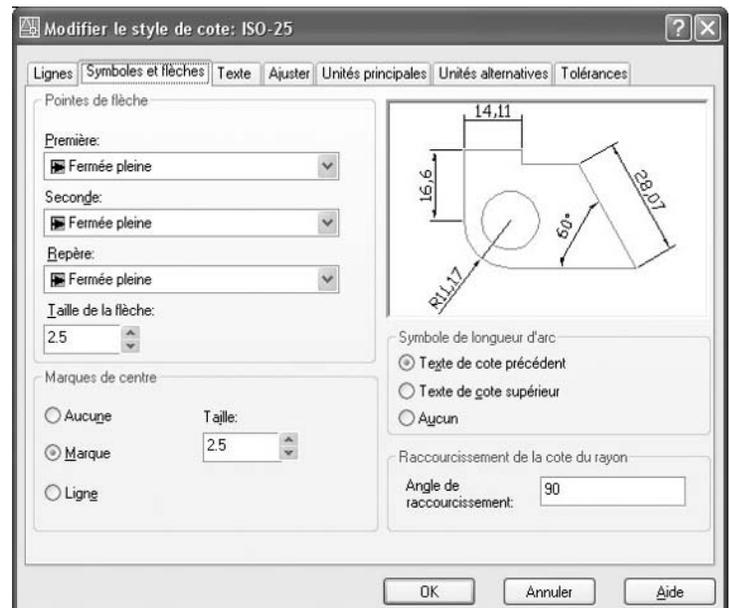

Fig.14.7
- ▶ Ouvrir l'onglet Symboles et flèches (Symbols and Arrows) dans la boîte de dialogue **Modifier le style de cote** (Modify Dimension Style) (fig.14.7).